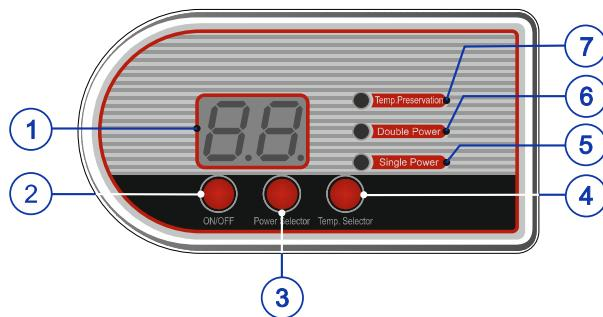
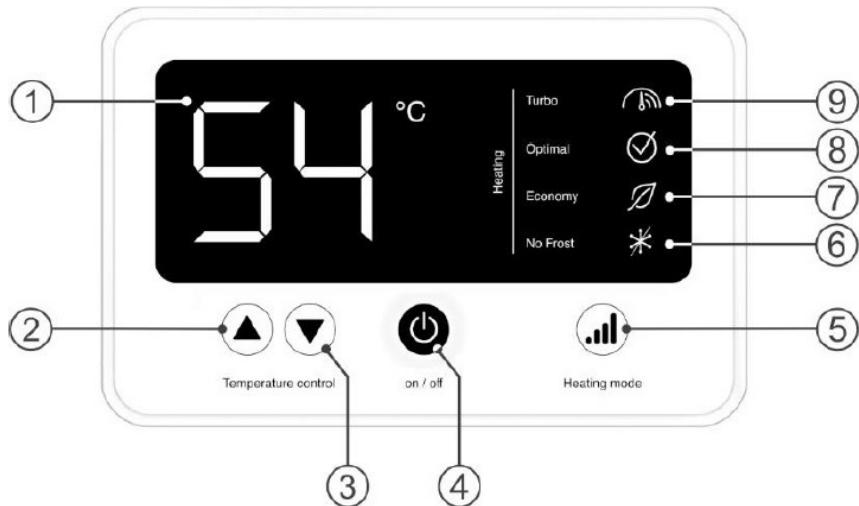

Fig. 2.1. Panneau de commande électronique du CEE de série «IF».
Fig. 2.2. Panneau de commande électronique du CEE de série «IF PRO».
7.1. Le panneau de commande électronique du CEE de série «IF» (Fig. 2.1), série «IF PRO» (Fig. 2.2).
Figure 2.1: 1 – écran LCD, 2 – bouton « ON/OFF » / Marche/Arrêt, 3 – bouton « Power Selector » / Sélection de puissance, 4 – bouton « Temp. Selector » / Sélection de température, 5 – indication « Single Power » / Puissance standard, 6 – indication « Double Power » / Puissance doublée, 7 – indication « Temp. Preservation » / Maintien de la température.Pour les modèles du CEE de série « IF » avec l'écran digital, l'activation/la désactivation du CEE est réalisée à l'aide du bouton gauche du panneau de commande « ON/OFF » (Fig. 2.1, p. 2), cependant la température de chauffe fixée est affichée sur l'écran. Dans 2,5 secondes après cela la température de l'eau courante dans le CEE est indiquée sur l'écran. La sélection de la puissance de chauffe est effectuée à l'aide d'un bouton moyen « Power Selector » (Fig. 2.1, p. 3) du panneau de commande. Le mode de 2 kW suit par l'indication de la lampe de contrôle « Double Power » (Fig. 2.1, p. 6) et le mode de 1,3 kW par l'indication de la lampe de contrôle « Single Power » (Fig. 2.1, p. 5).
En cours d'exploitation du CEE le client peut régler la température de chauffe à l'aide de trois boutons tactiles, les modes sont contrôlés selon l'information sur l'écran et l'indication de trois lampes de contrôle. Pour sélectionner la température de chauffe il faut appuyer plusieurs fois sur le bouton droit « Temp. Selector » (Fig. 2.1, p. 4) du panneau de commande. La discréteté du changement de la température est 5°C.
Figure 2.2: 1 – écran LCD, 2-3 – bouton «Temperature Control» / Contrôle de température, 4 – bouton «ON/OFF» / Marche/Arrêt, 5 – bouton «Heating mode» / Le choix du régime de la chauffe, 6 – l'indicateur “No Frost” / Le régime de l'anticongélation, 7 – l'indicateur “Economy” / La capacité minimale, 8 – l'indicateur “Optimal” / La capacité standard, 9 – l'indicateur “Turbo” / La capacité maxima.